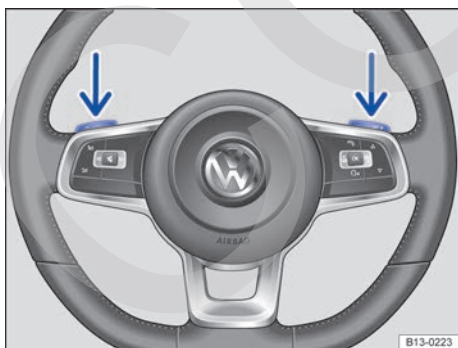

Fig. 107 Volante con levas de cambio para el Tiptronic.
- Tire de la leva derecha → **fig. 107** hacia el volante para cambiar a una marcha más larga.
- **O BIEN:** reduzca de marcha con las levas de cambio situadas en el volante → fig. 107.